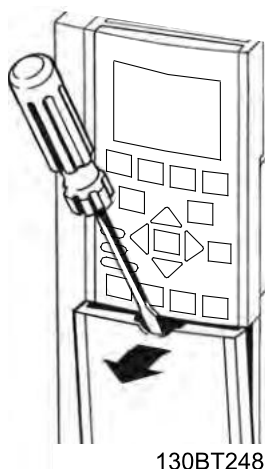

Abbildung 3.9 Zugriff auf die Steuerklemmen in den Gehäusen IP 20
- Entfernen Sie die Abdeckplatte mithilfe eines Schraubendrehers. Siehe *Abbildung 3.9*.